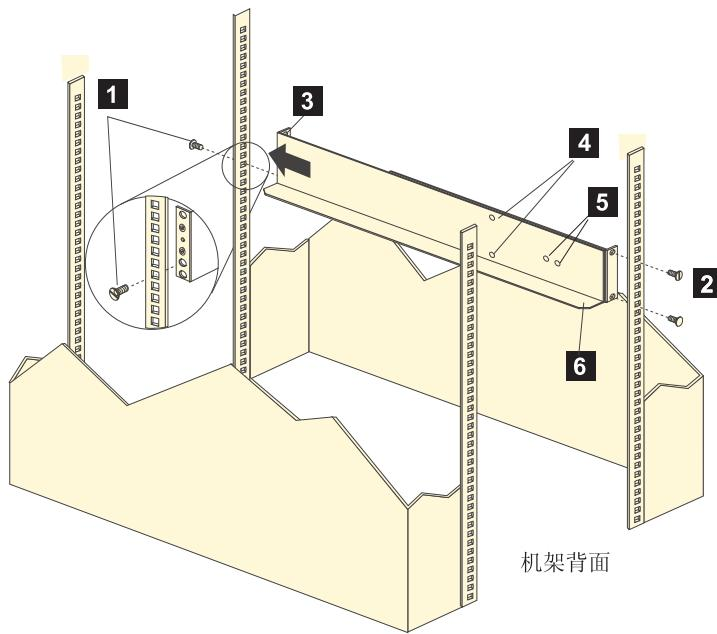

图 11. 安装支撑导轨
注：当执行这些步骤时，请参阅第 26 页的图 11。
注: 支撑导轨没有标记为“左”或“右”。然而, 每个导轨仅能被正确地安装到机架式机箱的一面。导轨安装时应使定位销置于机架背面。第 26 页的图 11 显示左支撑导轨的安装。
2. 从导轨上卸下四颗螺钉（每个导轨有两颗螺钉）。请参阅图 11 中的 4。如果不卸下这些螺钉，将无法牢固地装入存储扩展机柜。